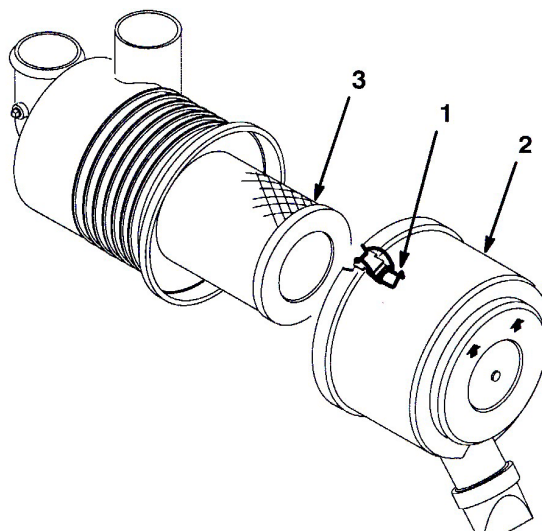

図 43
1. エア・クリーナのカバーをボディーに固定しているラッチを外す(図43)。